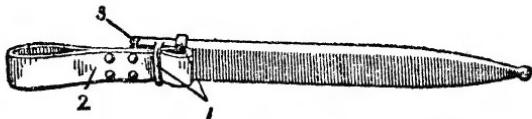

Рис. 53. Ножна:
53. Ножна (рис. 53) служит для носки штыка на поясном ремне. Она имеет: кольцо для